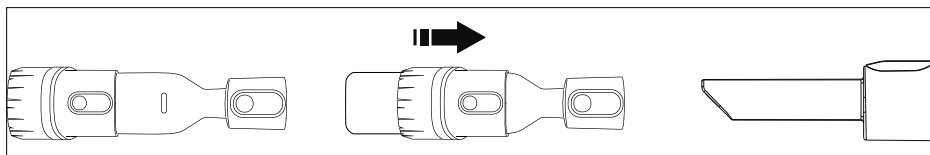

Abb. 7
Fugendüse (6) (siehe Abb. 7)	<ul style="list-style-type: none"> <li>• Absaugen von Ecken, für die Bodendüse unerreichbare Stellen, Fensterrahmen, Stofffalten usw.</li> </ul>
2-in-1-Düse (7) (siehe Abb. 7)	<ul style="list-style-type: none"> <li>• Bürste: Absaugen von empfindlichen Gegenständen wie Büchern, Bilderrahmen oder Polstern, Vorhang, Gitter</li> <li>• nur Düse: Betten, Sofa, Polster</li> </ul>